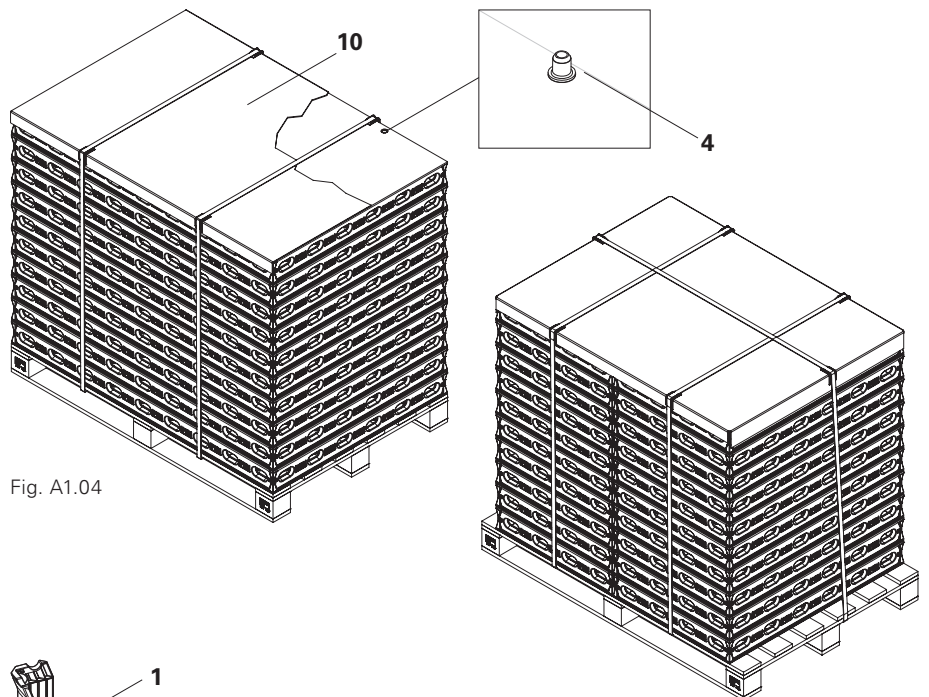

Fig. A1.04
- 10 couches panneaux DUO (10).
- Utiliser la cale de gerbage DUO (4) à chaque point d'ancrage afin d'éviter le glissement des panneaux. Utiliser les 4 points d'ancrage les plus en extérieur en présence de panneaux multifonctions.
- Poser tous les panneaux avec la peau coffrante orientée vers le haut. Poser une plaque de protection sur le panneau supérieur afin de prévenir l'endommagement de la peau coffrante (particulièrement important lors de la superposition de plusieurs piles.) (Fig. A1.04).